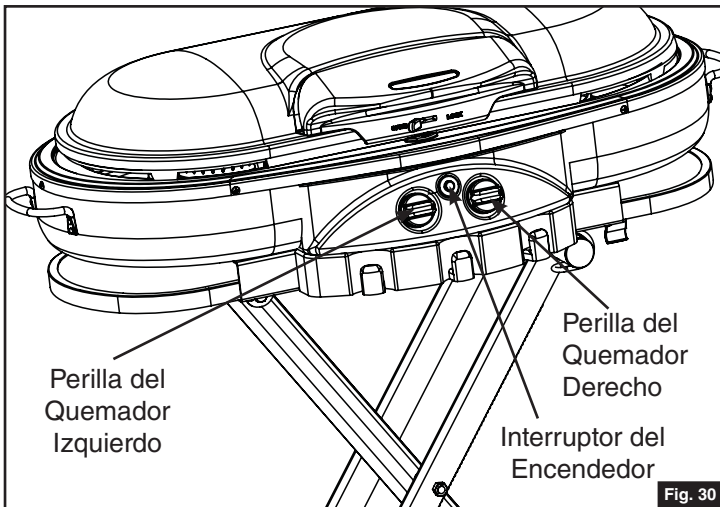

Fig. 30
1. Presione y gire la válvula del quemador a ENCENDIDO/ALTO ("HIGH/LIGHT") luego presione repetidamente el botón del encendedor hasta que el quemador se encienda. (Fig. 30 y 31)